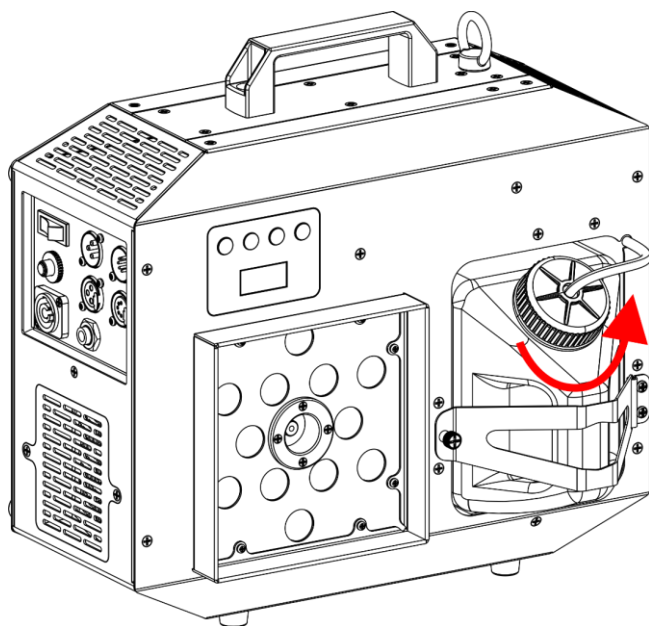

Abb. 06
- 01) Bringen Sie das Gerät in eine senkrechte Position und schrauben Sie den Deckel des Flüssigkeitstanks ab, wie in Abb. 06 gezeigt.